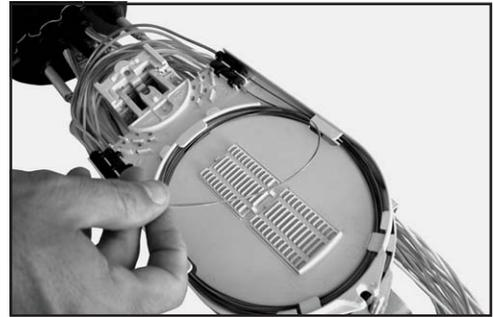

Figura 44
11.4 Prepare todos los tubos loose y fibras a ser empalmadas en las bandejas adicionales siguiendo los pasos indicados en 11.1 a 11.3 (Figura 44).